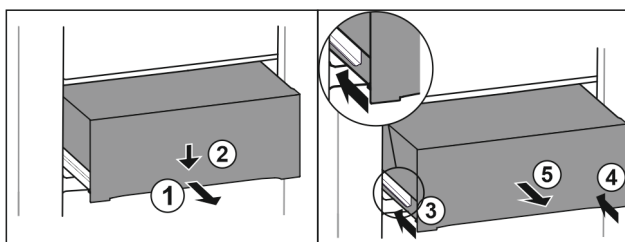

Fig. 183
- Tirer le tiroir jusqu'à mi-chemin. Fig. 183 (1)
- Appuyer sur l'avant du tiroir vers le bas. Fig. 183 (2)
- Insérer le rail gauche d'env. 2 cm. Fig. 183 (3)
- Insérer le rail droit d'env. 2 cm. Fig. 183 (4)
- Retirer le tiroir par l'avant. Fig. 183 (5)